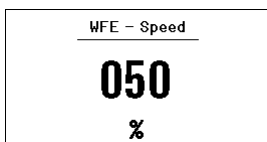

Fig. 35:
La stazione di saldatura WX 1 riconosce automaticamente l'apparecchio ausiliario collegato. La stazione di saldatura WX 1 indicherà, sul lato sinistro (interfaccia anteriore (23), vedere Fig. 35) o destro (interfaccia posteriore), il simbolo oppure il nome dell'apparecchio ausiliario collegato (23/18).